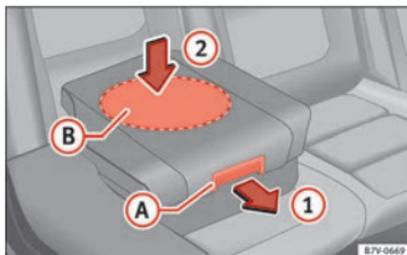

Fig. 96 Siège intégré pour enfants : abaisser l'assise.
• Tirez sur le coussin de siège vers l'avant avec le levier de déblocage » **fig. 96** (A) dans le sens de la flèche (1).
• Poussez l'assise vers le bas à travers la zone centrale (B) dans le sens de la flèche (2) afin qu'elle s'encastré de manière sûre » ①. Les supports latéraux se rabattent automatiquement.
Si vous abaissez le siège intégré pour enfants, appuyez uniquement sur le centre du coussin de siège » **fig. 96** (2). Autrement, l'assise pourrait se tordre et ne pas s'encastrer correctement.